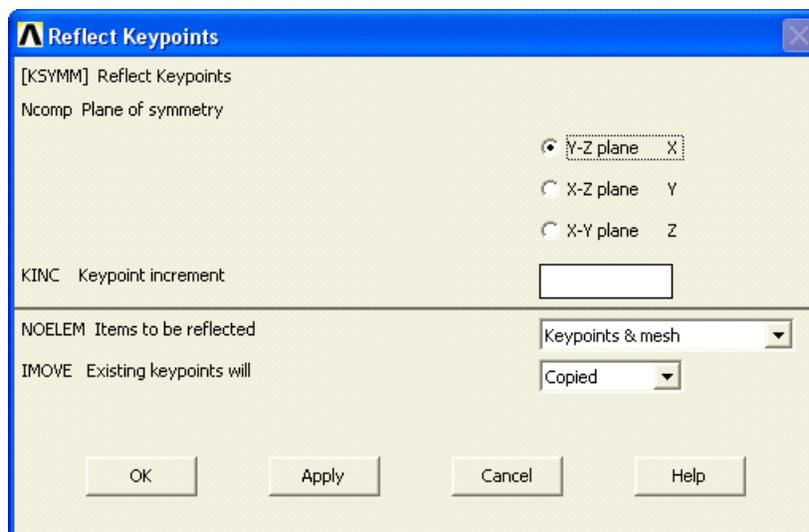

Рисунок 61. Вид окна *Reflect Keypoints*
- Появится диалоговое окно *Reflect Keypoints* (Рисунок 61), в котором указываем плоскость, относительно которой выполняется отображение (переключатель *Y-Z*) и в выпадающем списке *MOVE* указываем, что точки копируются (выбираем пункт *Copied*).